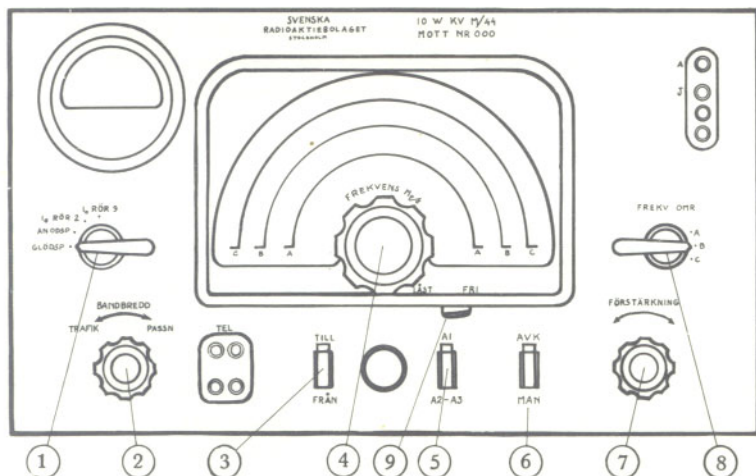

BILD 5 MOTTAGARENS FRONTANEL
2.9. Mottagarens manöver- och kopplingsorgan , bild 5